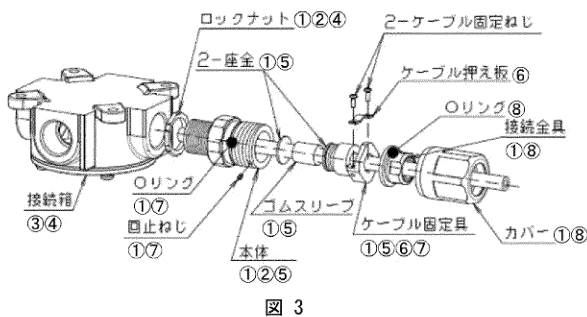

図 3
- ① ケーブルグラントを図3のとおり、分離し、ケーブルをケーブルグラントに「カバー→接続金具→ケーブル固定具→座金→ゴムスリーブ→座金→本体→ロックナット」の順に通します